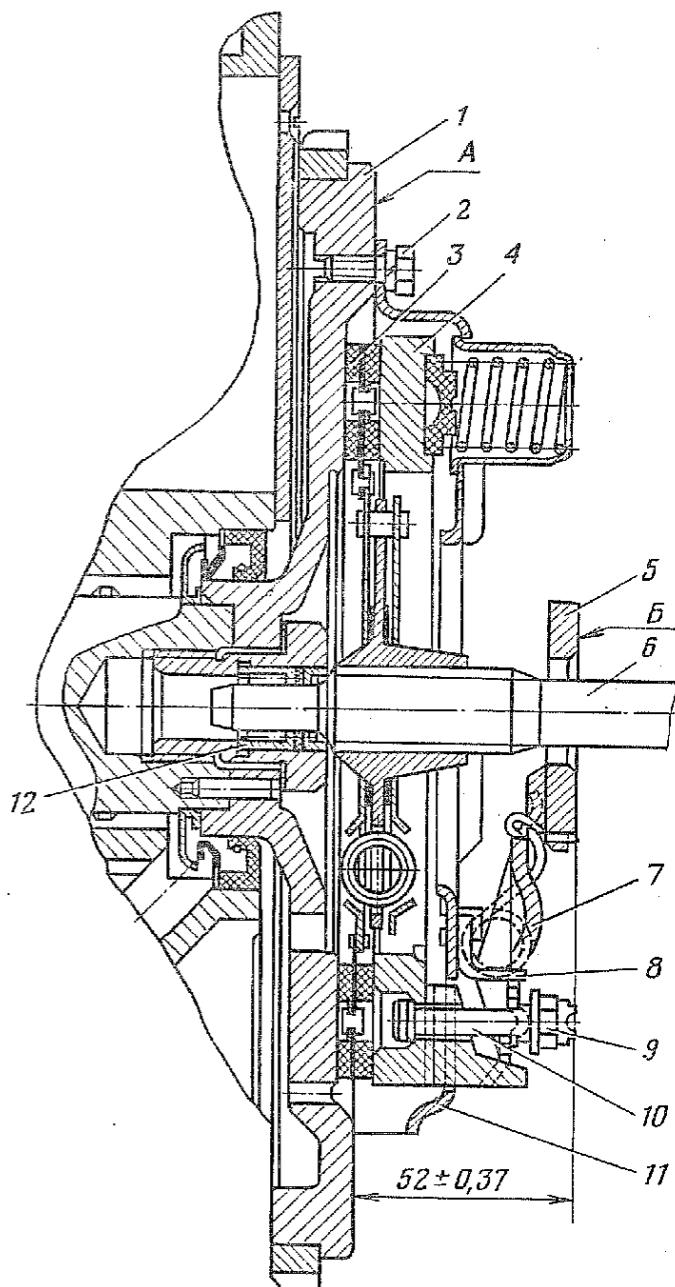

Рис. 50. Установка ведомого диска сцепления с помощью оправки:
1.2. Нанести метки на кожухе 11 (рис. 50) нажимного диска и маховике 1.
2.1. Заложить 2—3 см3 тугоплавкой смазки ЛЗ-31 в игольчатый подшипник 12 (рис. 50) ведущего вала коробки передач.
Примечание. Высотой контрольной стойки задан необходимый размер 52 мм между плоскостью А (рис. 50) маховика и плоскостью Б пяты (приспособление для регулировки положения пяты).
Примечание. Регулировать пяту гайками 9 (рис. 50), предварительно их расстопорив. При регулировке рычаги 7 сместить в крайнее положение от центра до упора в стойки 8.